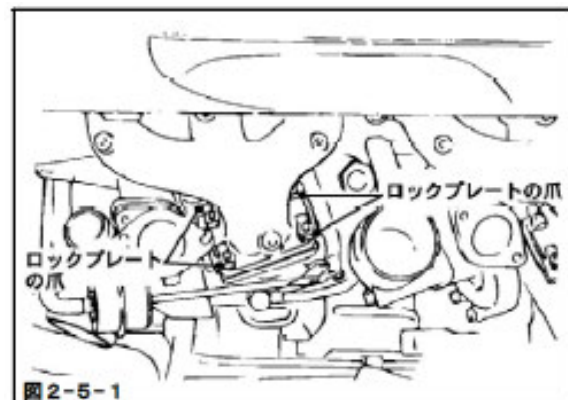

図 2-5-1
- (1) ナット (F, R 各 4 個)、ノーマルガスケットを再使用して、ターボチャージャ Assy を F, R の E X マニに取付けてください。(図 2-5-1)
- (2) ナット締付け後、ロックプレートの爪を内側に折曲げてください。(図 2-5-1)
(図 2-5-1, 図 2-6-1) (P16×2, P17×2, P18×2)